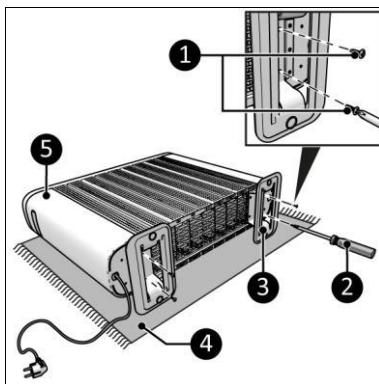

Figure 4
1. Posez l'appareil sur une surface douce et stable (Figure 4, pos. 4).
2. Placez les socles (Figure 4, pos. 3) des deux côtés de la partie principale (Figure 4, pos. 5).
3. Vissez et serrez les socles avec deux vis (Figure 4, pos. 1) à l'aide d'un tournevis Phillips (Figure 4, pos. 2).